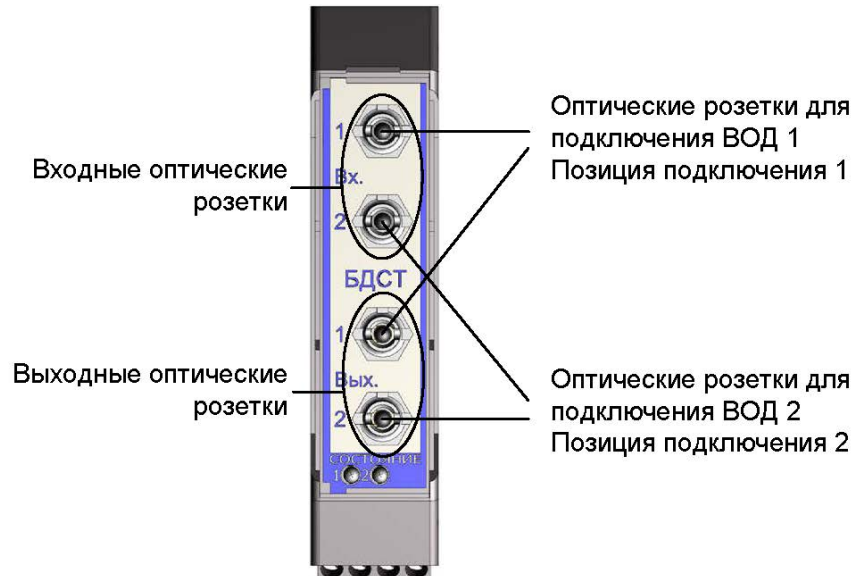

Рис. 2.7 Назначение оптических розеток БДСТ
- если позиция подключения – 1, то один коннектор ВОД подключается к выходной оптической розетке позиции 1, а другой ко входной оптической розетке позиции 1, Рис. 2.7. Перед подключением оптических коннекторов требуется снять защитные колпачки;
- если позиция подключения – 2, то один коннектор ВОД подключается к выходной оптической розетке позиции 2, а другой ко входной оптической розетке позиции 2, Рис. 2.7. Перед подключением оптических коннекторов требуется снять защитные колпачки.